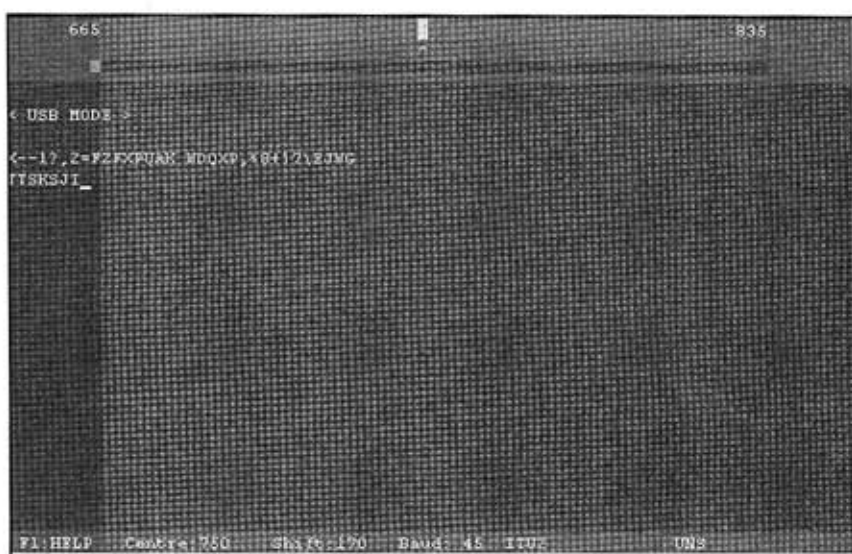

Fig. 1
- se il programma sta codificando in codice Baudot ad una velocità di 45; in tal caso, vi è la dicitura in basso sullo schermo (vedi fig. 1).